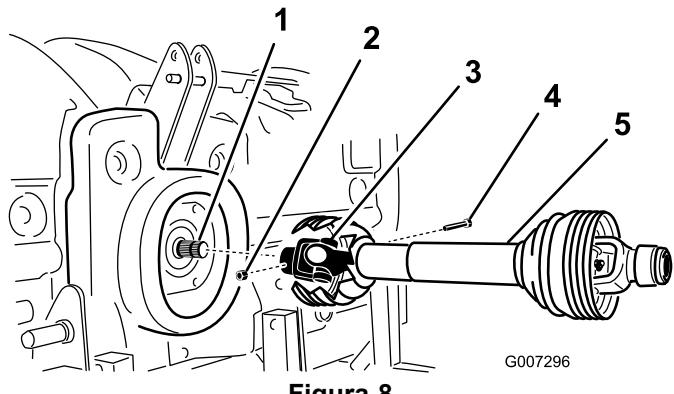

Figura 8
2. Conecte el árbol de la toma de fuerza al eje de entrada de la caja de engranajes con un perno de 1/2 x 3,00 pulgadas y una tuerca de 1/2 pulgada (Figura 8).